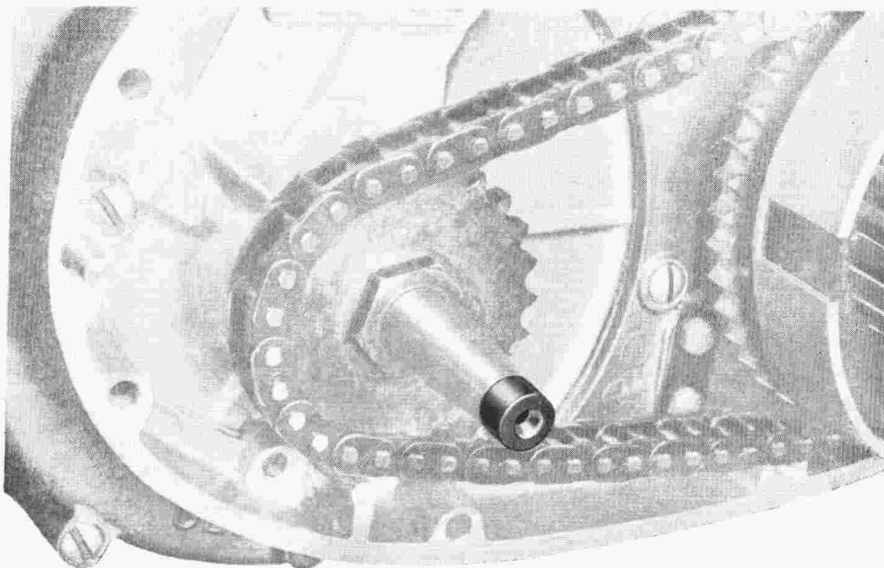

Abb. 6
-Druckpilz zu WH 12 in die Kurbelachse einsetzen (Abb. 6).